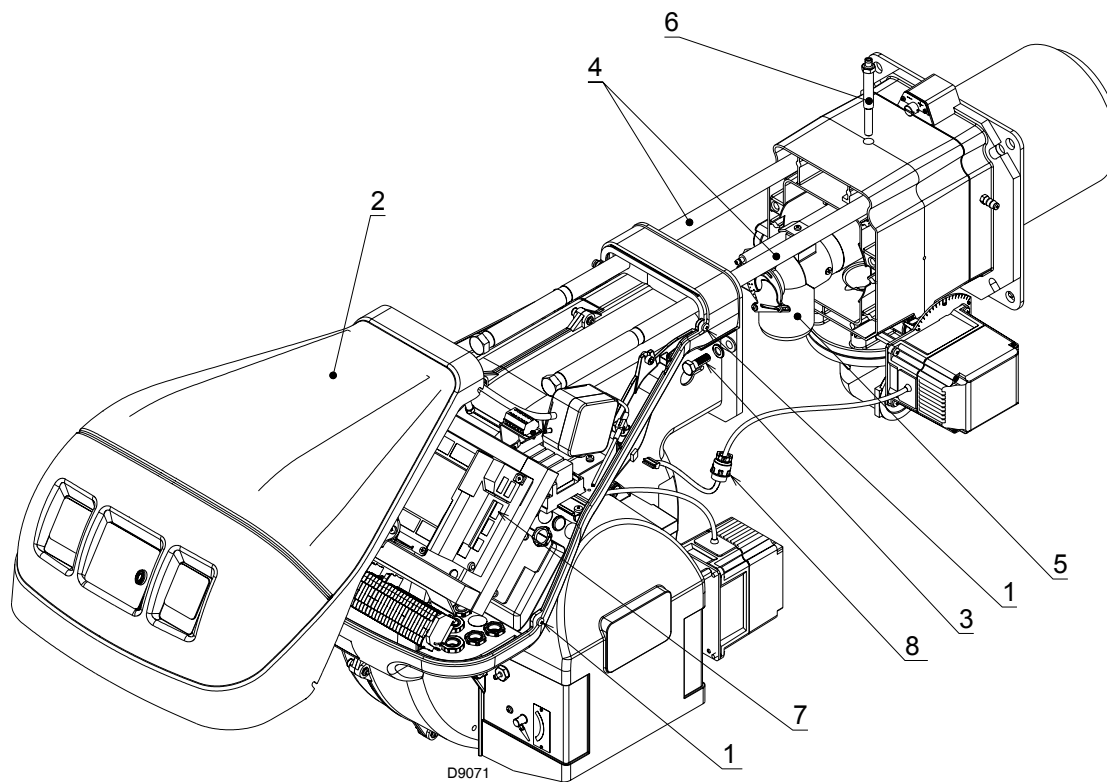

Fig. 39
- Aflojar los 4 tornillos 1) (Fig. 39) y sacar la tapa 2).
- Conectar el conector macho del servomotor 7) (Fig. 39) y enroscar el anillo pasacable 8).